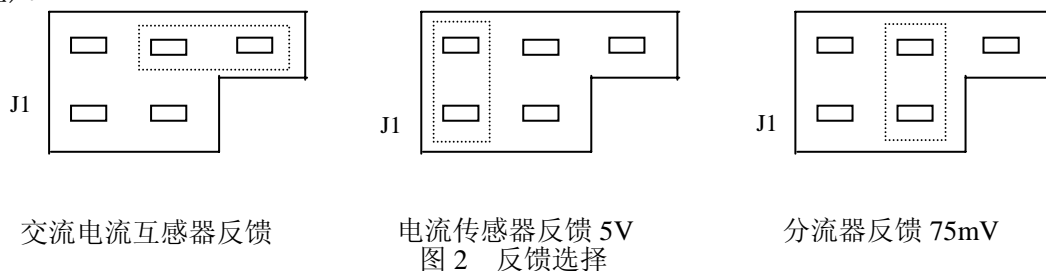

图 2 反馈选择
2.9 外型及安装尺寸：262×192×60(详见附图 2)
本控制器可垂直或水平安装在交流调压装置中，外形和安装示意图请见附图2。
首先根据电流反馈形式选择跳线位置，见图 2(出厂时放于分流器反馈位置)。
附图2 外形及安装示意图